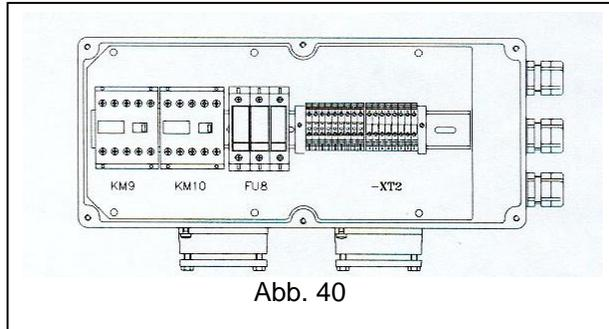

Abb. 40
- Die elektrischen Schaltpläne werden zusammen mit den Steuergeräten für die Rotation geliefert (Abb. 40).
- Die elektrischen Schaltpläne werden zusammen mit der elektrischen Steuereinheit geliefert (Abb. 40).
Abb. 40 a